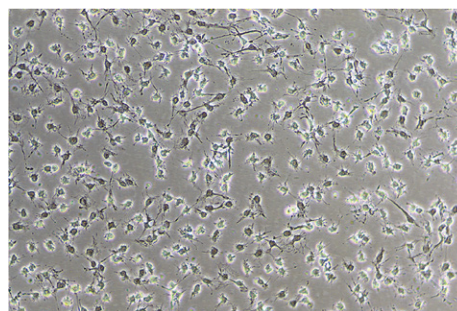
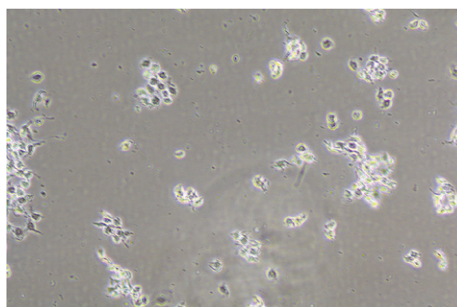

図12-2 トリプシン・EDTA添加後
図12-3 トリプシン・EDTA添加し、揺すった後
- (2) フラスコを消毒用アルコール綿で清拭し、クリーンベンチ内へ移動する。
- (3) フラスコ内の培地を吸引する。
- (4) PBS(-) 2 mLを静かに加えて、細胞表面を洗浄する。
- (5) PBS(-)を吸引する。
- (6) 手順 (4)、(5) を2回行う。
- (7) トリプシン・EDTAを2 mL加えて、室温で放置 (約60~90秒) する (図12-2 ~図12-3)。
- (8) 顕微鏡で細胞が剥がれる様子を観察する。
- (9) 大部分の細胞が球状になったら、少し消毒用アルコール綿などで蓋およびその周辺をよく拭き、クリーンベンチに戻す。
- (10) 培地を3 mL加えて静かにピペッティングし、フラスコに残っている細胞を極力